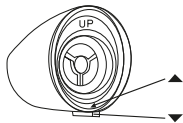

Рис.1
6.1.3 Подсоедините контейнер для мусора и пыли к корпусу, совместив паз на нижней части контейнера с выступом на корпусе (рис.1).